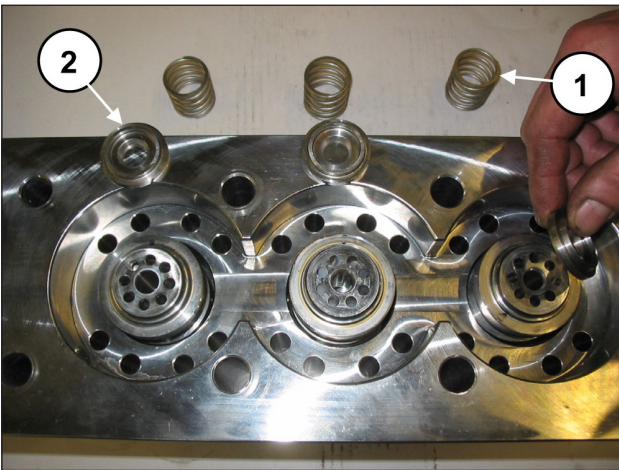

Abb. 101
Achten Sie beim Ausbau der Buchsen darauf, nicht die Ventilsfeder und die Flachventile zu verlieren (Pos. ① und ②, Abb. 101), da diese nicht eingepresst sind und herausfallen können.